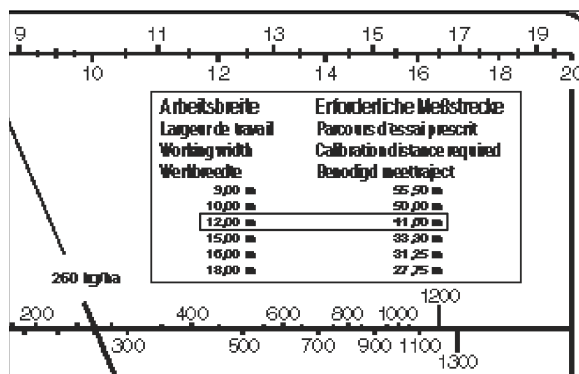

Fig. 65
1. Den Auffangbehälter (Fig. 65/1) mittels Bügel an der Halterung (Fig. 65/2) einhängen. Auffangbehälter an der Klemmvorrichtung (Fig. 65/3) einrasten.
2. Den Seitenschieber (Fig. 65/4) der Auslaufrolle ca. 5 sec. durch Ziehen am Seil (Fig. 65/5) vollständig öffnen (um gleichmäßigen Düngerausfluss zu gewährleisten). Hiernach die aufgefangene Düngermenge wieder in den Behälter des Streuers zurückschütten.
5. Messstrecke von Anfangs- bis Endpunkt unter Feldbedingungen, d.h. mit vorgesehener, konstanter Arbeitsgeschwindigkeit exakt abfahren. Hierbei den Seitenschieber (Fig. 65/4) der Auslaufrutsche mittels Seil (Fig. 65/5) exakt am Messstreckenstartpunkt vollständig öffnen (bis gegen den Anschlag ziehen) und am Endpunkt schließen (beim Loslassen des Seils zieht die Feder (Fig. 65/6) den Seitenschieber in Schließposition).